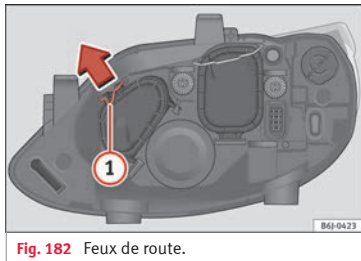

Fig. 182 Feux de route.
- Déplacez le tirant ① dans le sens de la flèche puis retirez le cache » fig. 182.